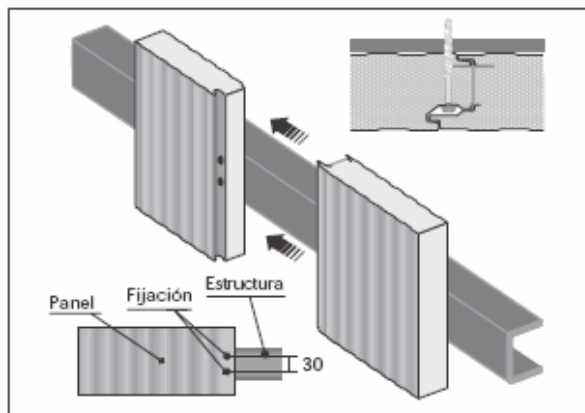

Fig. 3
Aplicables directamente, con el solo empleo del taladro con llave de dados, con la ventaja de no solicitar la predisposición del agujero (esp. máx. de agujero 5 mm.) (Fig. 3)
- 4.3.4** Proceder a la fijación aplicando los tornillos en dotación según el esquema ilustrado en el punto 1.7 (Fig. 3 y 4)